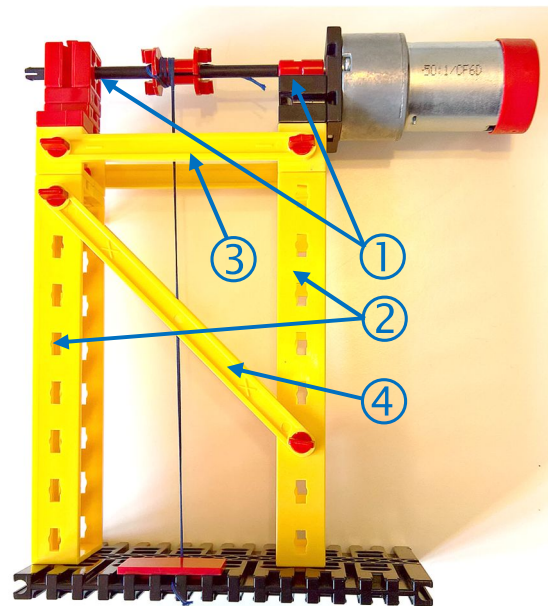

Abb. 3: Verbessertes Antrieb
1. Ganz wichtig: Die Achse der Seiltrommel ist beidseitig gelagert! Links und rechts wird sie sauber getragen und verbiegt sich nicht mehr so (① in Abb. 3).
2. Die Konstruktion wird von insgesamt vier Statikträgern gehalten anstatt nur von einem. Links und rechts sitzen je zwei, damit beide Achslager (rechts im Powermotor, links im BS15 mit Bohrung) von unten gestützt werden. Auf jeder Seite sind es zwei, damit die Tragkraft in alle Richtungen gleichmäßig abgeleitet wird und nichts verbiegt (② in Abb. 3).
3. Damit die Statikträger links und rechts auch ganz oben beim Motor den richtigen Abstand einhalten, wird der mit zwei I-Streben 75 erzwungen (③ in Abb. 3). Die I-Streben (das „I“ sieht man auf einer Seite der Strebe) haben immer genau die richtige Länge (nämlich ein ganzzahliges Vielfaches von 15 mm), um sie genau längs oder genau quer im fischertechnik-Raster anzubringen. Das ist wichtiger, als man vielleicht auf den ersten Blick denkt: Wäre das nicht der Fall und der linke Träger würde z. B. nach rechts zum Motor gedrückt werden, würde der BS15 mit Bohrung oben ja auch etwas schräg stehen. Dadurch würde die Achse sich in ihm wieder verkanten; der Motor hätte viel schwerer zu arbeiten und könnte doch nicht so viel Last anheben.
4. Das Verbiegen der gesamten Anordnung nach links und rechts (z. B. bei sehr schwerer Last) verhindern zwei X-Streben 106 (④ in Abb. 3, eine vorne und eine auf der Rückseite des Modells). X-Streben (auch das „X“ sieht man auf einer ihrer Seiten) haben immer genau die richtige Länge, um genau im 45°-Winkel diagonal eingebaut zu werden (woraus sich ihre vielleicht seltsam anmutenden Längen wie 42,4 mm, 63,6 mm usw. ergeben [1]). Probiert einmal, den Aufbau mit und ohne die Diagonal-Streben nach links und rechts zu drücken. Ihr werdet sofort bemerken, wie stabil das Modell durch diese Streben wird.